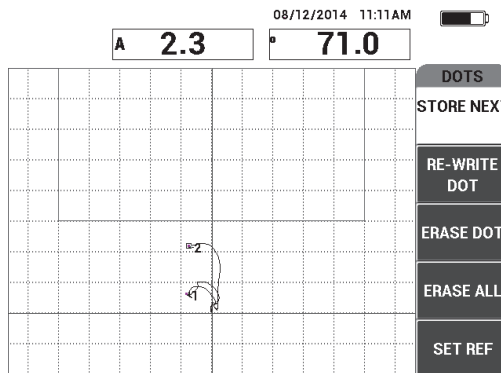

Figura 6-41 Il secondo punto registrato
7. Fare scorrere lentamente la sonda sul secondo punto con perdita di adesione ed in seguito premere **REGISTRA SUCC.** (tasto A) per registrare il secondo punto (vedere Figura 6-41 a pagina 166).